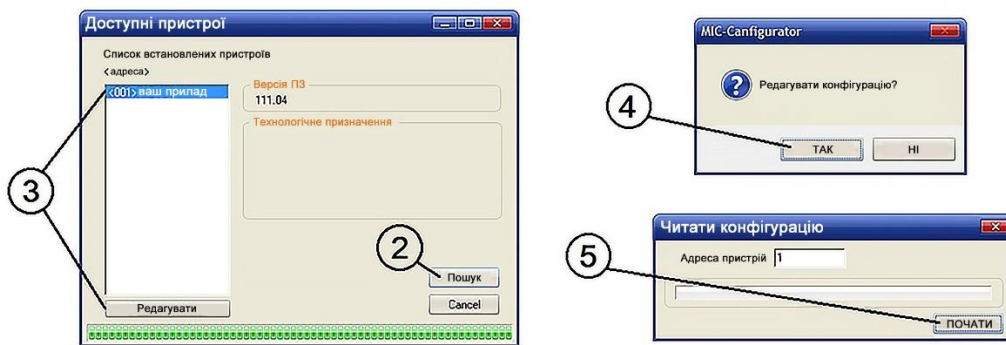

Рисунок 4.4 – Пошук доступних пристроїв та зчитування параметрів модуля
4.3.6.6 У МІК-Конфігураторі натиснути кнопку "Доступні пристрої" (див. рис. 4.4) та здійснити пошук модуля згідно з пунктом 4.3.4.